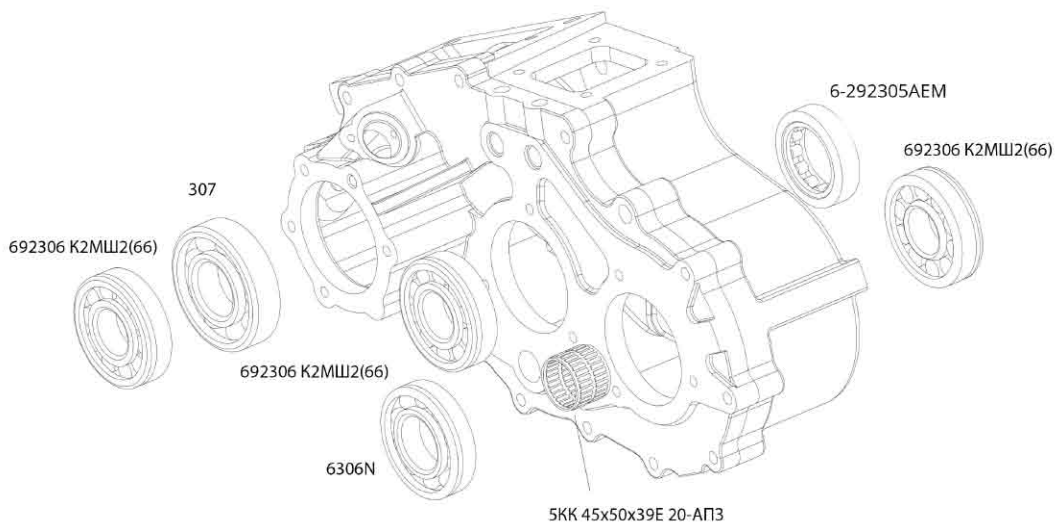

Рис. 11
2. Схема установки подшипников (**Рис.11**)